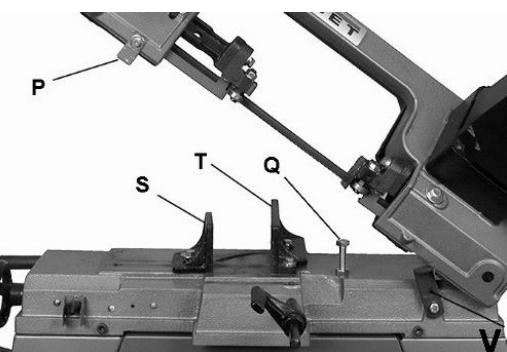

Рисунок 14
Станок отрегулирован правильно, если по окончании резки полотно останавливается. Если отрез сделан, но полотно не остановилось, переместите защёлку (P, Рисунок 14) вниз.
Вращение маховика (R, Рисунок 14) открывает и закрывает тиски.
3. Поднимите раму и закрепите её опорной пластиной (V, Рисунок 14).